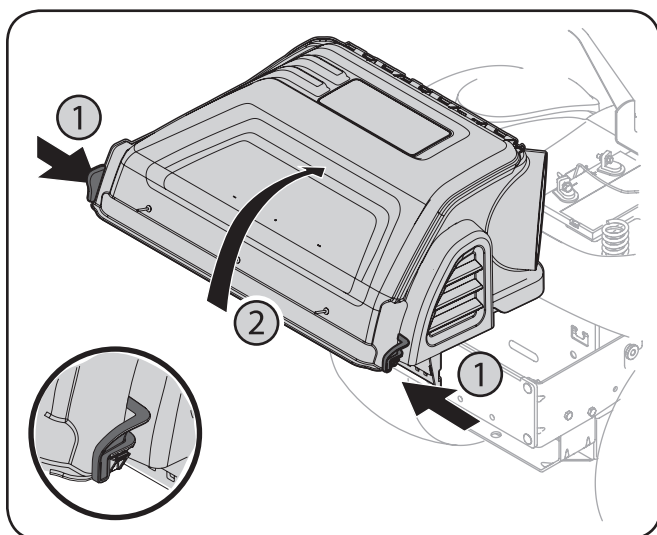

Figure 1
1. Ouvrez le capot du dispositif d'ensachage en appuyant sur l'arrière, la languette du côté droit avec votre main droite, comme illustré au point 1 de la Figure 1, et relevez le couvercle avec votre main gauche placée sur à l'arrière du centre du couvercle du dispositif d'ensachage.